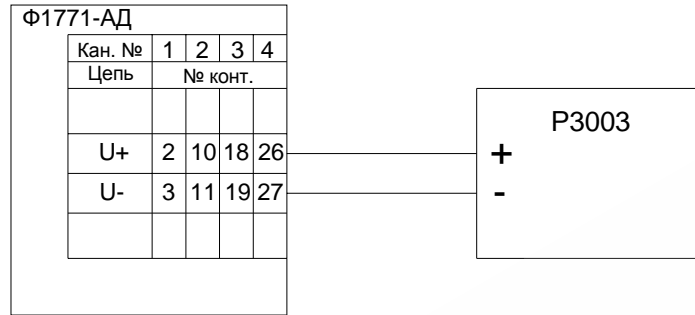
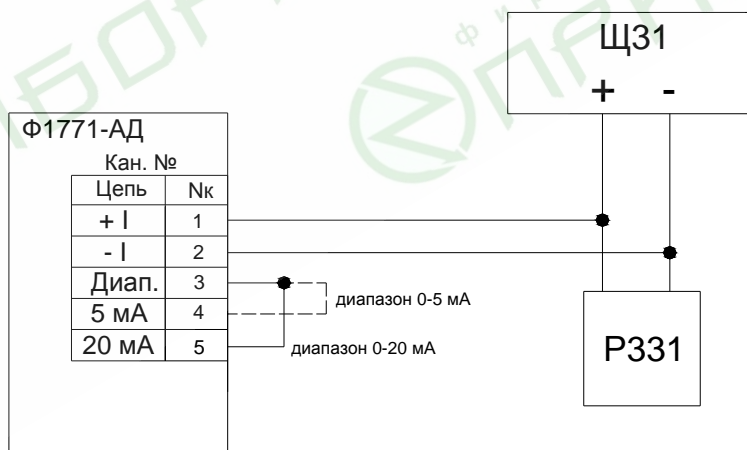

Рис. 23
Рис.28
Опробование проводится по схемам соединений с образцовыми средствами представленными на рис.23 – рис.28 после прогрева прибора и образцовых средств измерений в течение не менее 30 мин. Проверка проводится поочередно для каждого из видов входных сигналов, для которых выбирается по одному из входных каналов. Проверка проводится для одного из диапазонов измерений в точке, равной 0,5 положительной части диапазона. Для проверки сигналов от ТП значения входных сигналов задавать в соответствии с ГОСТ Р 8.585, для ТС - в соответствии с ГОСТ 6651.
1) Поверку проводить по схеме рис.22 для диапазонов измерения ± 50 , ± 100 , ± 500 , ± 1000 мВ, и по схеме рис.23 для диапазонов измерения ± 5000 и ± 10000 мВ, при этом допускается параллельное подключение калибратора на входы всех поверяемых каналов.